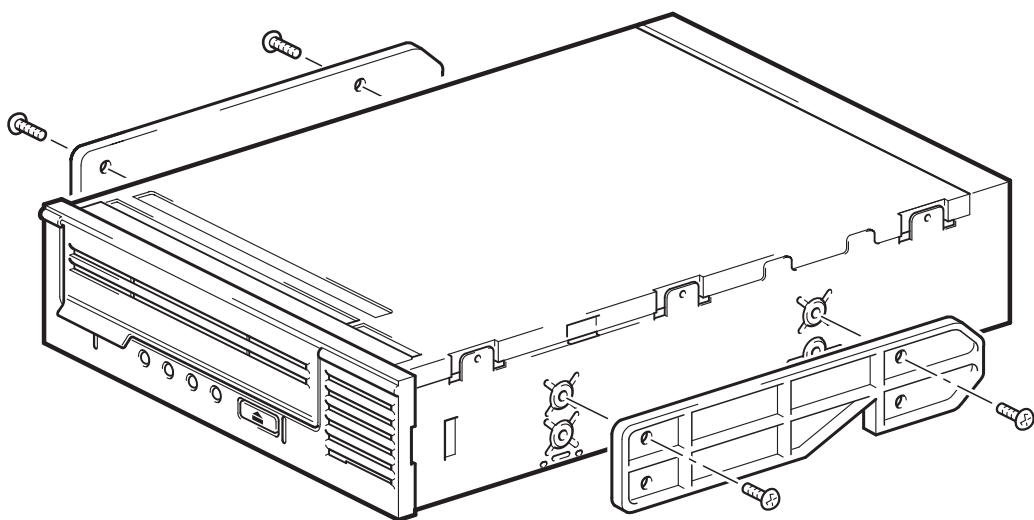

图 5a：在一台普通的 HP ProLiant 530 或 HP ProLiant 570 服务器上连接装配导轨
- 1 使用常用的 Phillips 螺丝刀来连接相应的导轨。使用磁带机附带的 M3 螺丝（在标有“通用安装螺丝”的螺丝包内），如图 5a 中所示。